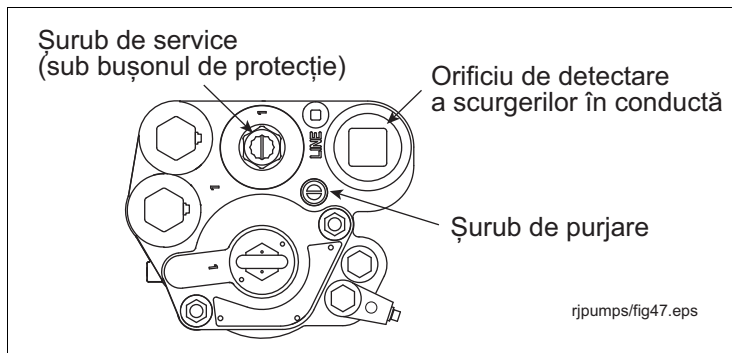

Figura 22. Localizarea bușonului de la orificiul traductorului de scurgeri din conductă
2. Scoateți și păstrați bușonul de protecție de pe șurubul de service și rotiți șurubul în sens orar (vezi Figura 22). Pe măsură ce șurubul se apropie de poziția de jos, veți auzi cum sistemul se depresurizează. Continuați să rotiți șurubul până la refuz. După ce șurubul este complet coborât, rotiți-l invers cu 4 ture pentru a ridica ventilul de reținere și a lăsa combustibilul să se scurgă din cavitățile hidraulice ale distribuitorului.
6. Deschideți șurubul de purjare a aerului cu 2 - 3 ture în sens antiorar (vezi Figura 22).